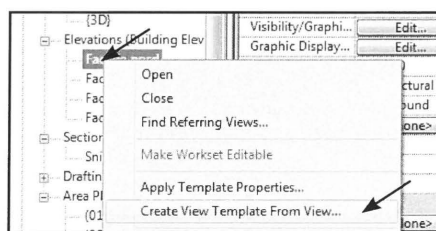

Fig. 14.06. Højreklik på det *View* du har ryddet op i.
- Højreklik derefter på *Viewet* i *Project Browseren* (Fig. 14.06).
- Vælg *Create View Template From View* (Fig. 14.06).